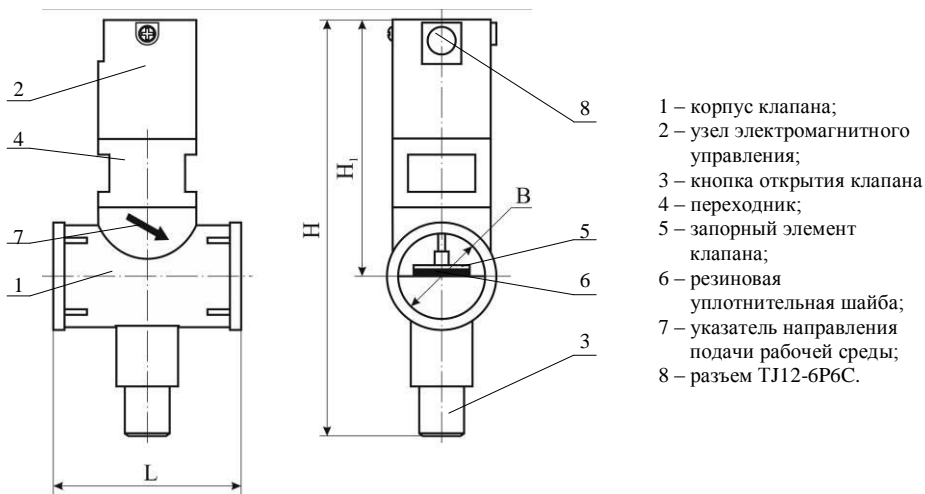

Рисунок 4 – Внешний вид клапана КЗЭУТ.
- открыть клапан кнопкой 3 (см. рисунок 4);
3.5.2 В процессе эксплуатации для открытия клапана необходимо нажать до упора на кнопку 3 (см. рисунок 4) и затем отпустить ее. В момент нажатия возможна небольшая протечка горючего газа, которая прекращается после отпускания кнопки.